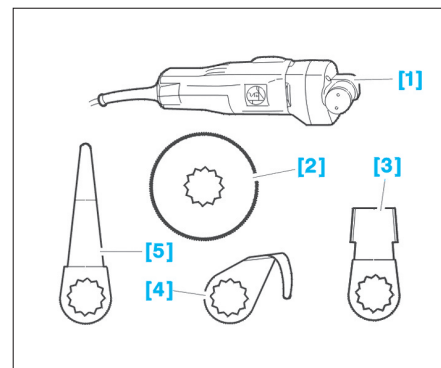

FIG. 104
- [1]. Couteau électrique (Fig.104).